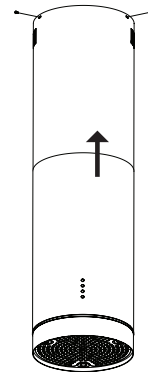

Fig. 29
- Após a fixação da coifa no suporte, deslizar o chaminé superior até o teto e fixar o mesmo com 3 parafusos [acompanham o produto] no suporte de fixação. [Fig.29]